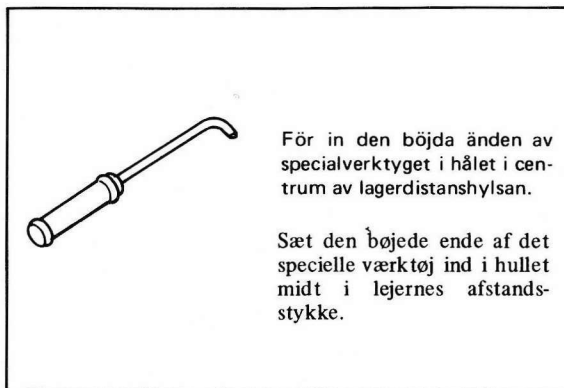

Fig. 3-3-52
- 2) För in den böjda änden av specialverktyget (enligt Fig. 3-3-52) i hålet i centrum av lagerdistanshylsan och driv ut hylsan från navet genom att slå med en hammare mot verktygets andra ände. Både distanshylsan och flänsen är lätta att ta bort.
- 2) Sæt den bøjede ende af det specielle værktøj (se Fig. 3-3-52) ind i hullet midt i afstandsstykket, og driv afstandsstykket ud af navet ved at banke let med en hammer på værktøjets anden ende (afstandsstykke og flangeskive kan let fjernes samtidigt).